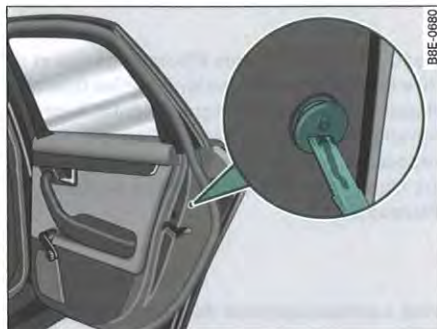

Fig. 52 Dispositif de verrouillage d'urgence
- Tournez légèrement le capuchon avec la clé de contact ⇒ fig. 52 et basculez-le ensuite vers le bas.